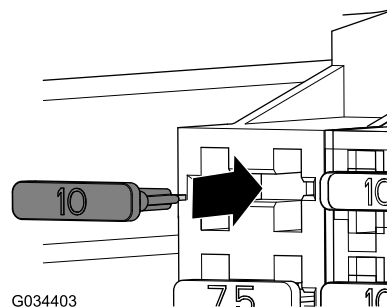

図 22
3. ヒューズブロックの LED ライト用ソケットにヒューズ 10 A を取り付ける 図 22。